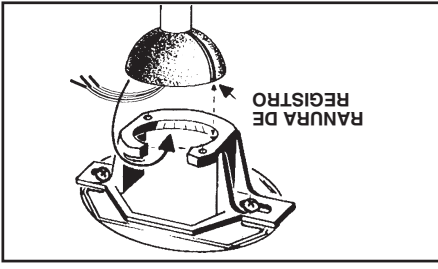

FIG. 10
Paso 2. Si su caja de distribución tiene un alambre a tierra (verde o de cobre), conecte los alambres a tierra del ventilador (en la esfera o abrazadera de montaje) al alambre a tierra de la caja de montaje. Si no tiene alambre a tierra en su caja de distribución conecte el alambre a tierra de la esfera de soporte del ventilador directamente a la abrazadera de montaje (Fig. 10)
Paso 1. Conecte el alambre negro (con corriente) del techo a los alambres negro y azul del ventilador. Conecte el alambre blanco (neturo) del techo al alambre blanco del ventilador. (Fig. 10)
Paso 6. Ahora suba el montaje del motor a su posición y coloque la esfera de soporte dentro de la abrazadera de montaje. Gire el ensamblaje del motor hasta que la ranura de la esfera de soporte sienta sobre la astria de la abrazadera de montaje. (Fig. 10)